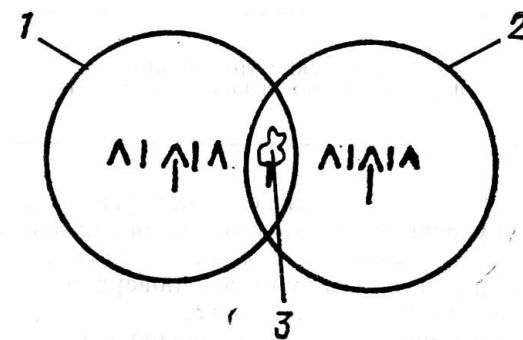

Рис. 52. Схема постановки широкой дымовой завесы:
- произвести поворот башни вправо до совмещения ориентира, находящегося на правом краю поля зрения прицела при первом пуске, с левым краем поля зрения (рис. 52) и произвести пуск второй группы. Поворачивать башню можно также по азимутальному указателю примерно на 01-35.